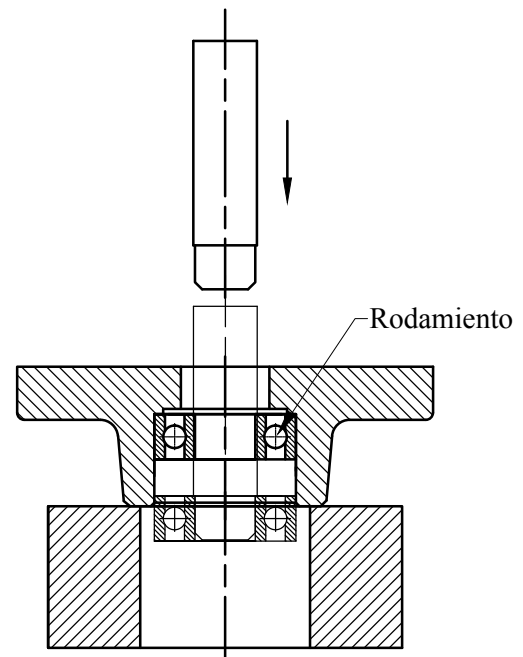

Fig. 4
8. Utilice una prensa de husillo para presionar a los cojinetes del motor de aire. Consulte la fig. 4.